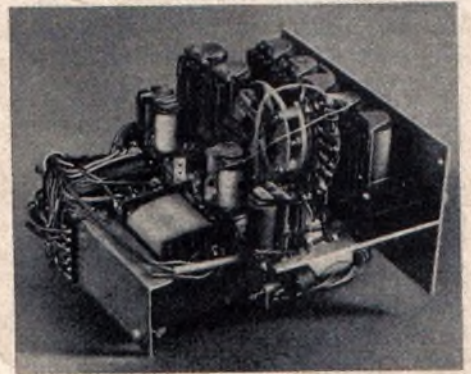
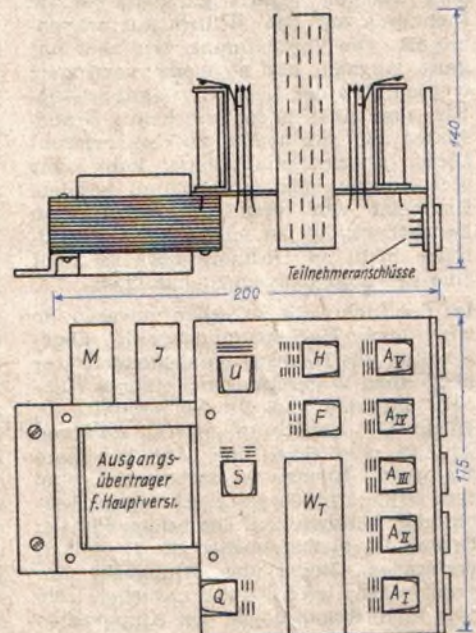

Abb. 11. Ansicht der Zentrale
Abb. 12. Mechanischer Aufbau der Zentrale
7. Die Zentrale (Abb. 11, mechanischer Aufbau Abb. 12) hat die Aufgabe, die Schaltvorgänge zu steuern. Sie enthält einen Wähler und einige Relais; ferner wurde aus platzmäßigen Gründen der Ausgangsübertrager des Hauptverstärkers hier untergebracht. Dieser hat für jeden Lautsprecheranschluß einen 200-Ohm-Ausgang.